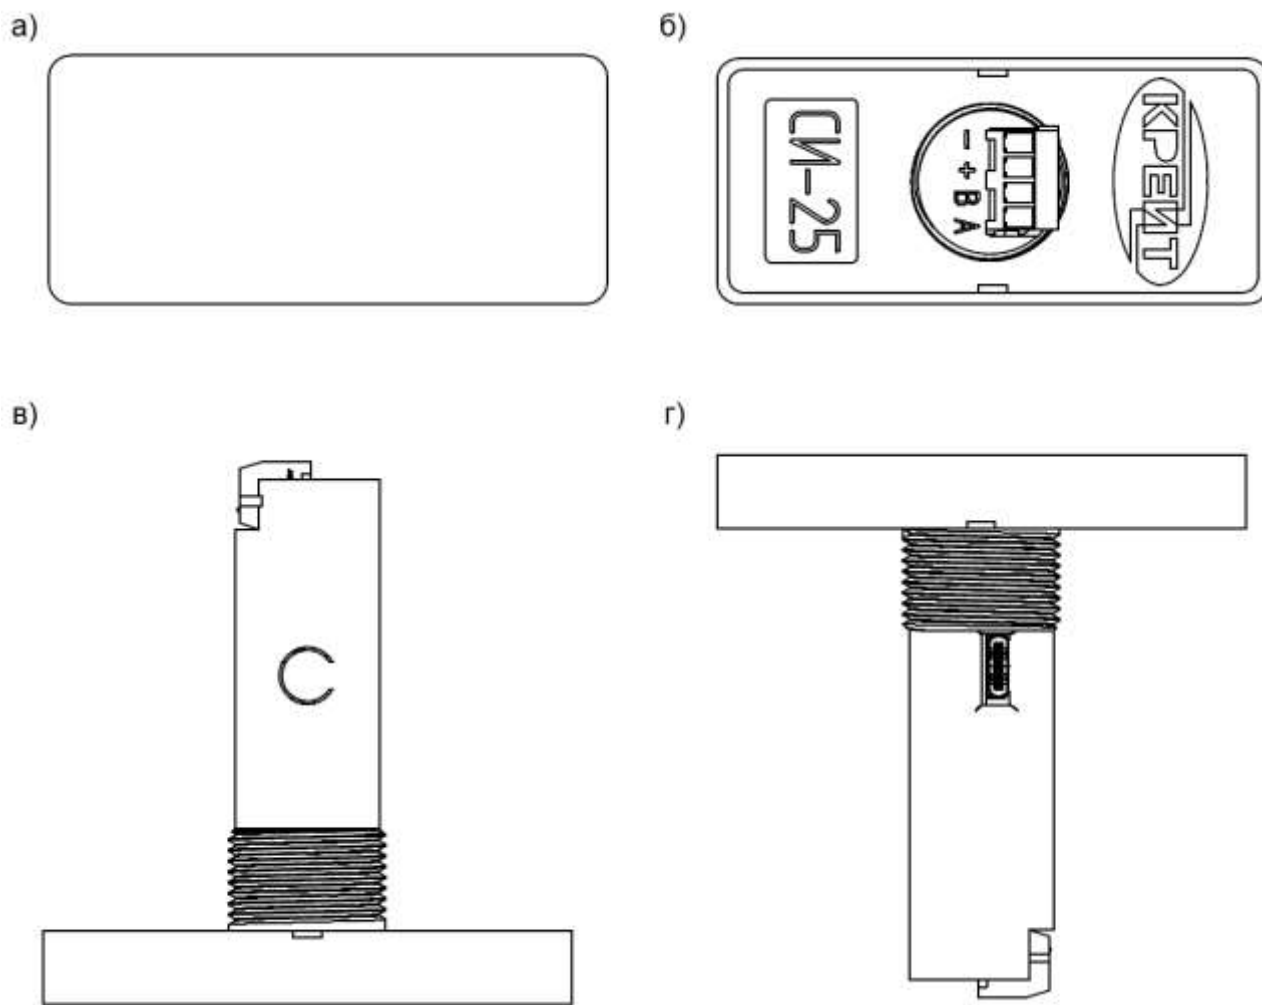

Рисунок 2 – Внешний вид СИ-25-01:
2.1.4 На лицевой панели СИ-25 расположен четырёхразрядный семисегментный дисплей (далее по тексту – дисплей), предназначенный для индикации заданных значений (см. рисунок 2а). Характеристики дисплея приведены в таблице 1. Настройка индикации осуществляется с помощью ПК (см. раздел 11).
2.1.5 В задней стенке цилиндрической части корпуса СИ-25 размещена четырехконтактная клемма под винт для подключения питания и линий интерфейса RS-485 (см. рисунок 2б). Характеристики питания и интерфейса RS-485 приведены в таблице 1.
2.1.6 В нижней стенке цилиндрической части корпуса СИ-25 размещён порт USB Type-C (см. рисунок 2г). Характеристики интерфейса USB приведены в таблице 1.